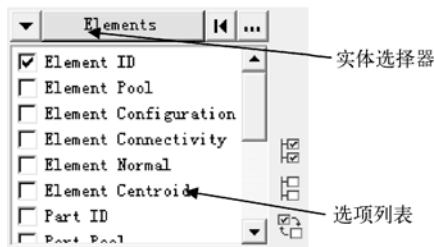
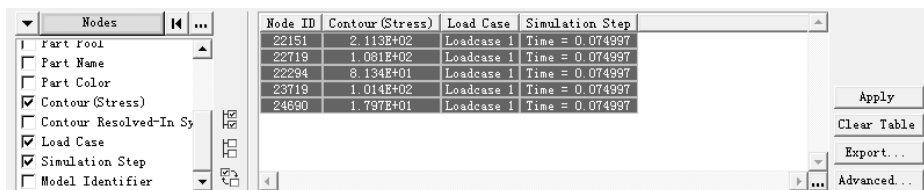
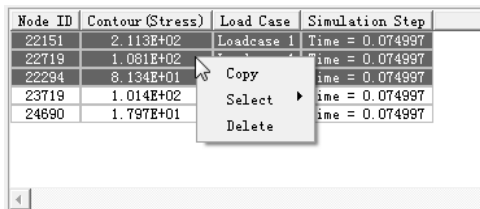

图 13-22 确认实体选择器
图 13-23 查询所选单元 ID 编号、相应应力值、工况以及仿真步
图 13-24 数据结果后处理
- (1) 载入 truck.key 模型和 d3plot 结果文件。
- (2) 在工具栏单击 Contour (🌈) 按钮。在 Result 下选择 Stress(t)和 VonMises。
- (3) 单击 Apply 按钮。
- (4) 单击 (🎬) 按钮，运行模型动画。
- (5) 停止动画。
- (6) 在工具栏单击 Query (🔍) 按钮。
- (7) 确认实体选择器设置为 Elements，如图 13-22 所示。
- (8) 单击 (🗑️) 按钮，取消选择选项列表中的所有项目。
(9) 在选项列表中选择 Element ID、Contour (Stress)、Load Case 和 Simulation Step，如图 13-23 所示。
- (10) 在图形区选择模型的几个单元。
- (11) 单击 (🌈) 按钮，返回 Contour 面板。
- (12) 在 Averaging method 下拉菜单中选择
(13) 单击 Apply 按钮，结果如图 13-23 所示。
(14) 单击 Query Result 按钮，它位于 Contour 面板右下角。确定实体选择器设置为 Nodes。
(15) 在选项列表中选择 Element ID、Contour (Stress)、Load Case 和 Simulation Step。
(16) 在图形区点选模型上的几个节点。
(17) 单击 Export 按钮，将表格中数据存储成 query.csv 文件。通过 Export 选项可以将查询的结果信息保存成.csv 文件用于进一步的研究，而不需要再次查询相同的数据。
(18) 高亮显示列表中部分行。如图 13-24 所示，在高亮显示的列表中右击鼠标。
(19) 在弹出的可用选项中选择 Copy，此时可以将所选列表复制到文本编辑器中。